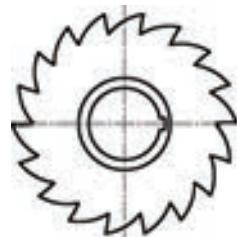

图 3-49 棘轮
(10) 擦除圆 利用“ERASE”命令擦除半径为“90”和“110”的圆，得到图 3-49 所示的图形。